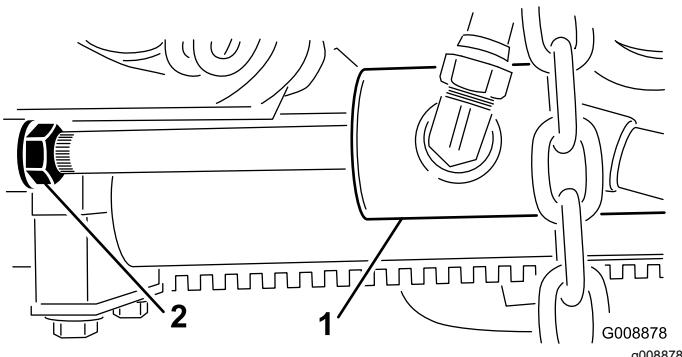

Figura 29
2. Allentate il controdado sull'asta del cilindro di sollevamento (Figura 29).